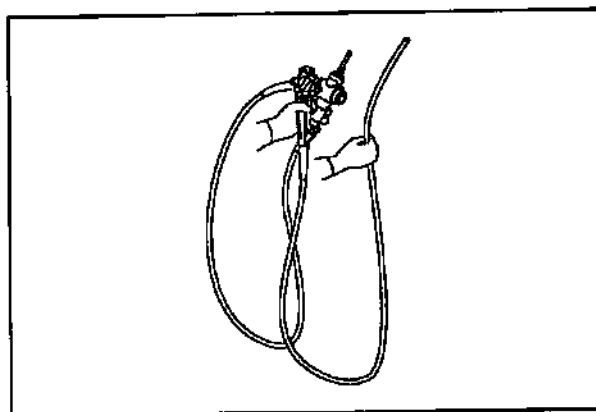

Рис. 4.7
3. При переносе эндоскопа в руках сверните универсальный шнур в петлю, одной рукой удерживайте световодный разъем эндоскопа вместе с блоком управления, а другой рукой плотно, но без сдавливания удерживайте дистальный конец вводимой трубки (см. Рис. 4.7).